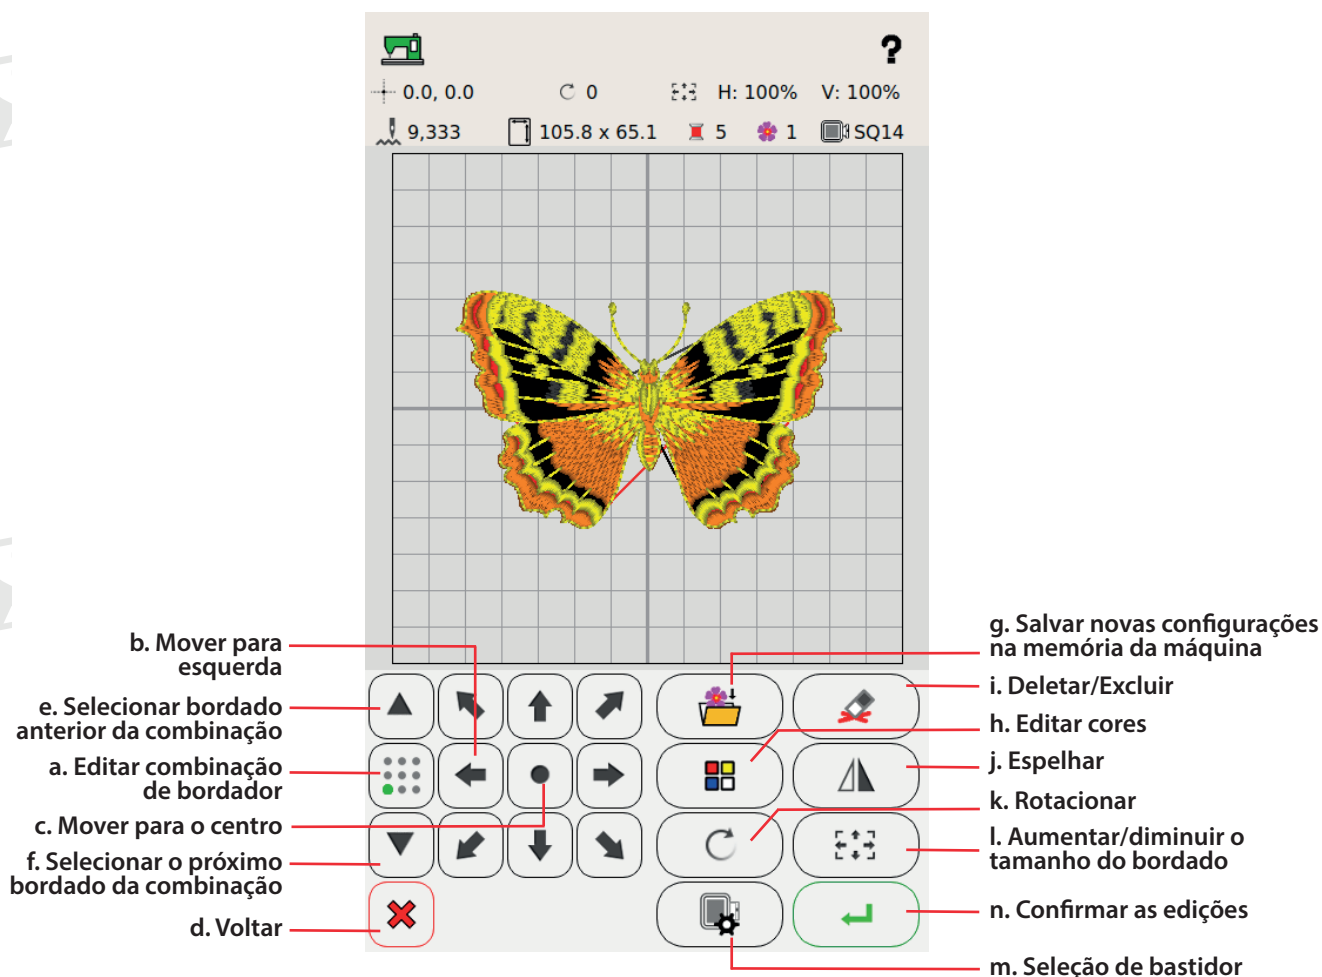

FIGURA 2
- Clique na tecla “Editar desenho”, (na Figura 1) para entrar na tela de edição da Figura 2.